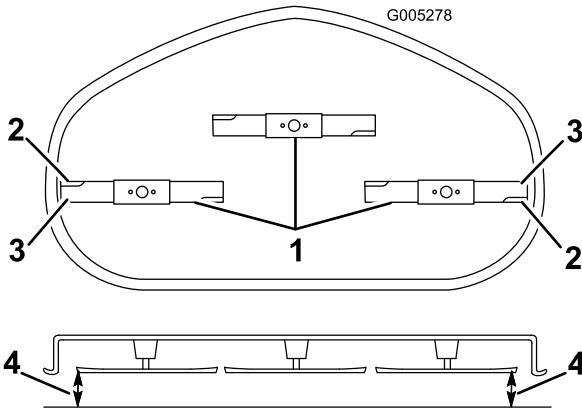

Figura 47
4. Gire cuidadosamente las cuchillas hasta que estén todas orientadas lateralmente (Figura 47).
5. Mida entre los bordes de corte exteriores y la superficie plana ( y Figura 47). Si hay una diferencia de más de 5 mm (3/16 pulg.) entre ambas dimensiones, se requiere un ajuste; siga con este procedimiento.